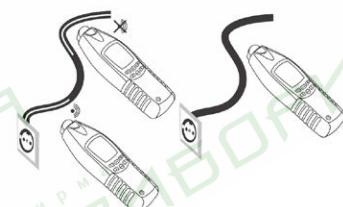

Рис. 18
- b. Подключите передатчик к исследуемому проводнику как показано на рис. 18. Провод, подключённый к гнезду «COM» передатчика должен находится на расстоянии более 2 метров от исследуемого проводника (превышающем глубину обнаружения провода).
- Поднесите измерительный наконечник приёмника к исследуемой цепи (рис. 18).